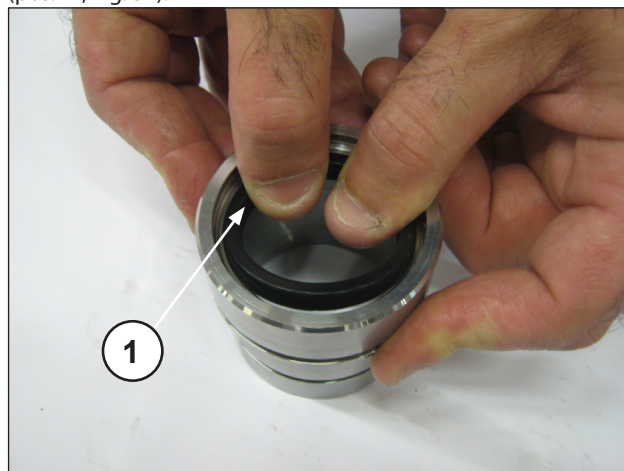
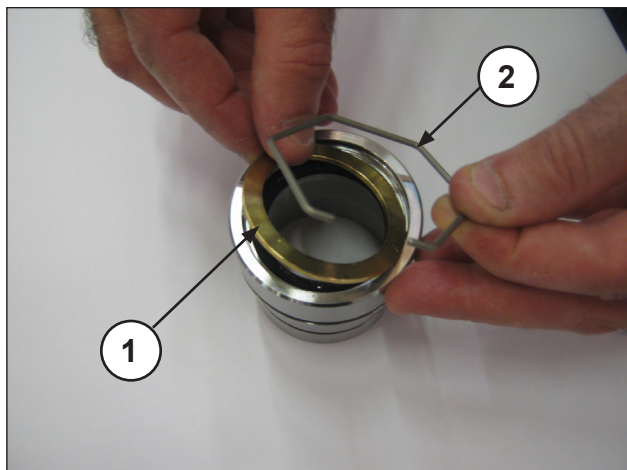
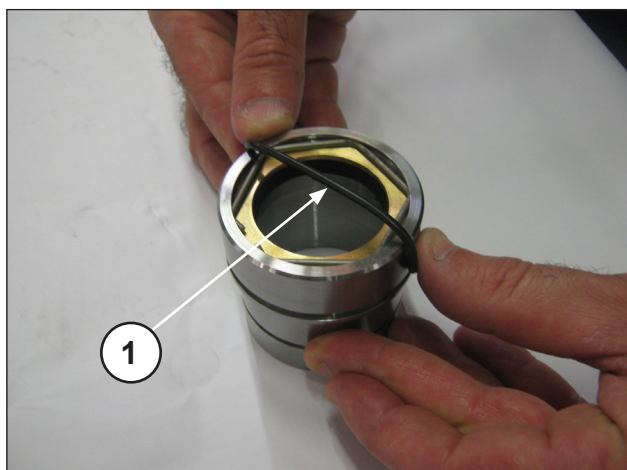

Fig. 29
Fig. 30
Fig. 31
Introducir la junta de baja presión en el soporte de las arandelas de prensaestopas (pos. ①, Fig. 29) controlando el sentido de montaje (el labio de retención debe estar hacia adelante, hacia la cabeza). Introducir la anilla de retención, la anilla de tope (pos. ①②, Fig. 30) y la junta tórica externa (pos. ①, Fig. 31).